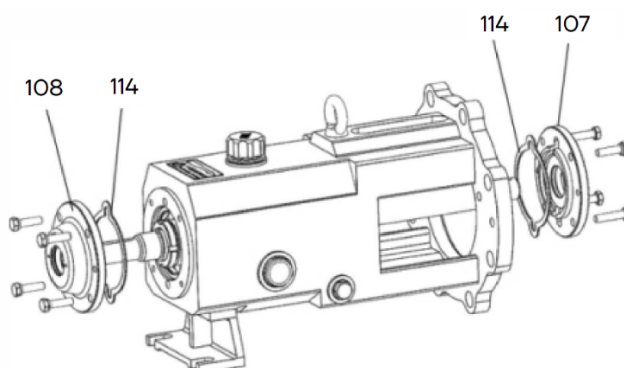

Рисунок 6
- Снимите переднюю (107) и заднюю (108) крышку подшипников. Снимите прокладку (114) крышки подшипников. См. рисунок 6.